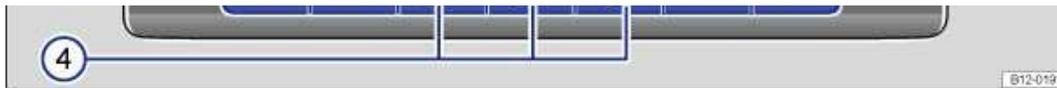

Abb. 123 In der Mittelkonsole: Bedienelemente der Climatronic.
Um eine Funktion ein- oder auszuschalten, die entsprechende Taste drücken. Die eingeschaltete Funktion wird im Anzeigefeld → Abb. 123 ② dargestellt. Zum Ausschalten der Funktion Taste erneut drücken.
| Taste, Regler | Ergänzende Informationen. Climatronic → Abb. 123 . |
Im Fahrprofil **ECO+** sind die Temperaturanzeigen im Display → Abb. 123 ausgeblendet.